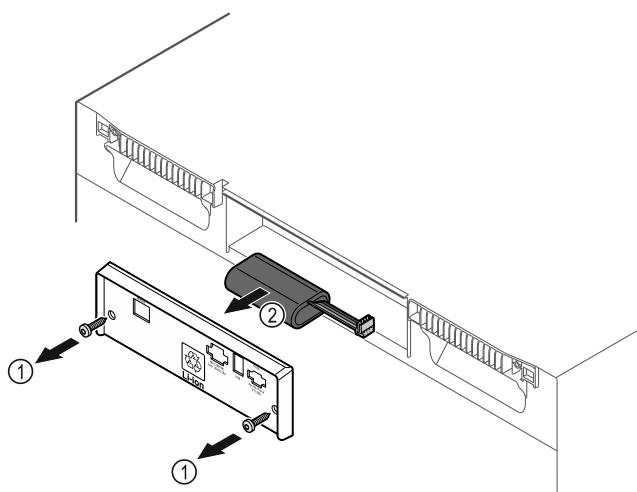

Fig. 153
- ▶ Schrauben herausdrehen und Abdeckung auf der Rückseite des Gerätes entfernen Fig. 153 (1).
- ▶ Batterie abstecken und herausnehmen Fig. 153 (2).